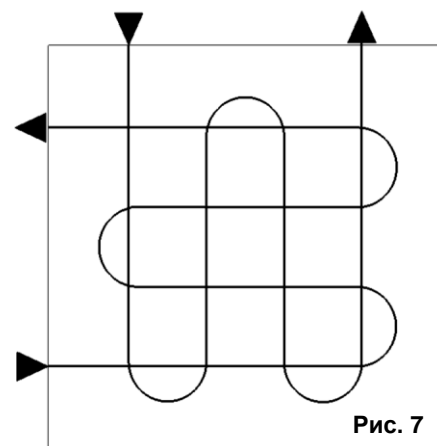

Рис. 7
- Для обеспечения равномерного покрытия не следует перемещать краскопульт слишком быстро или слишком медленно. При быстром перемещении слой покрытия получится очень тонким, а при медленном слишком толстым. (См. Рис. 7).